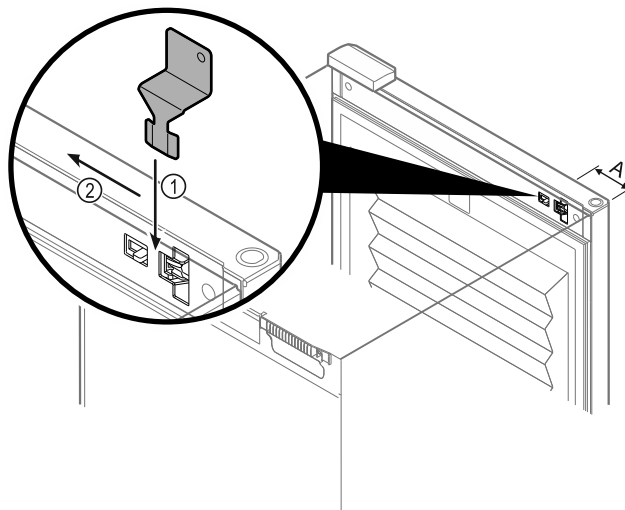

Fig. 138
- ▶ A vészkireteszelő kulcsot a megadott helyen helyezze el Fig. 138 (A) \approx 100 mm.
- ▶ Dugja be ütközésig a vészkireteszelő kulcsot fentről az ajtó és a készüléktest közé Fig. 138 (1).
- ▶ Húzza a vészkireteszelő kulcsot a zsanéroltal felé Fig. 138 (2).